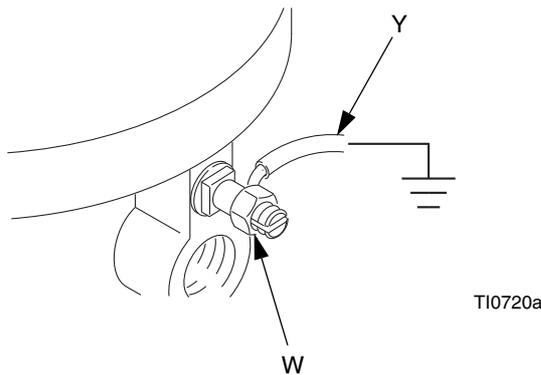

FIG. 1. Fil de mise à la terre
**Pompe :** utiliser un fil de terre et un collier (Y). Consultez la FIG. 1. Desserrez l'écrou (W) et la rondelle de la cosse de mise à la terre. Insérez une extrémité du fil de terre dans la gorge de la cosse et serrez bien l'écrou. Reliez le collier de terre à une véritable prise de terre. Commandez la pièce n° 237569, fil de terre et collier.